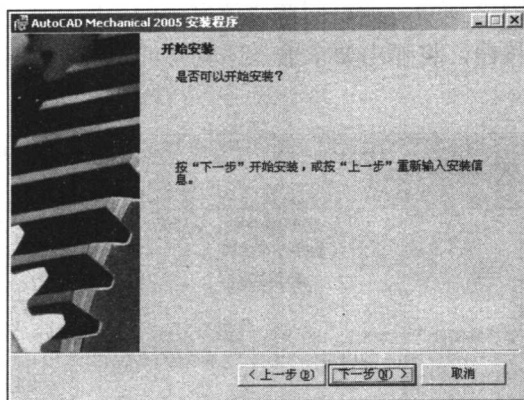

图 1-6 询问是否安装
(8) 此时系统自动弹出“选项”窗口, 选择文本编辑器及确定是否安装桌面快捷方式, 单击“下一步”按钮, 弹出如图 1-6 所示的窗口, 单击“下一步”按钮开始安装该软件。